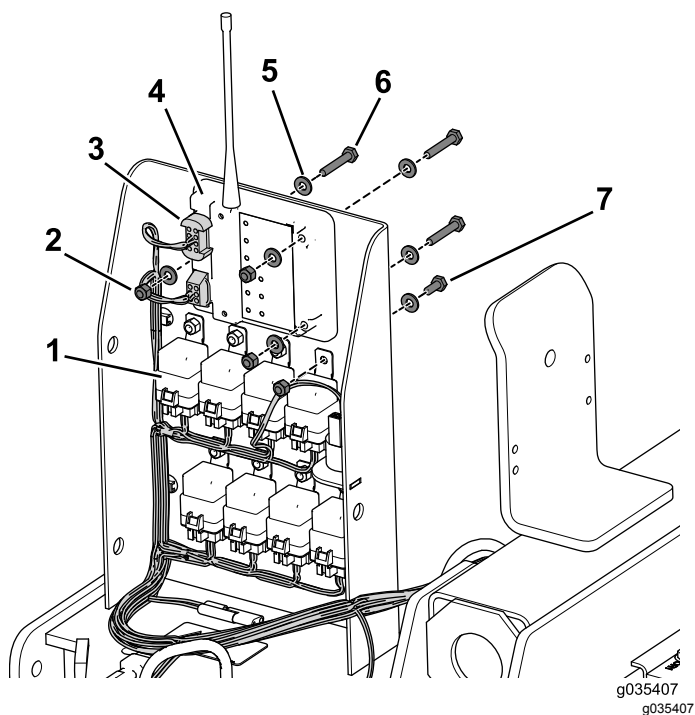

Figura 2
2. Desconecte el arnés de cables de todos los componentes, excepto los relés (Figura 2).
3. Retire los herrajes que fijan los componentes en el interior del compartimento (Figura 2).
4. Retire todos los componentes, excepto la alarma de audio del compartimento (Figura 2).